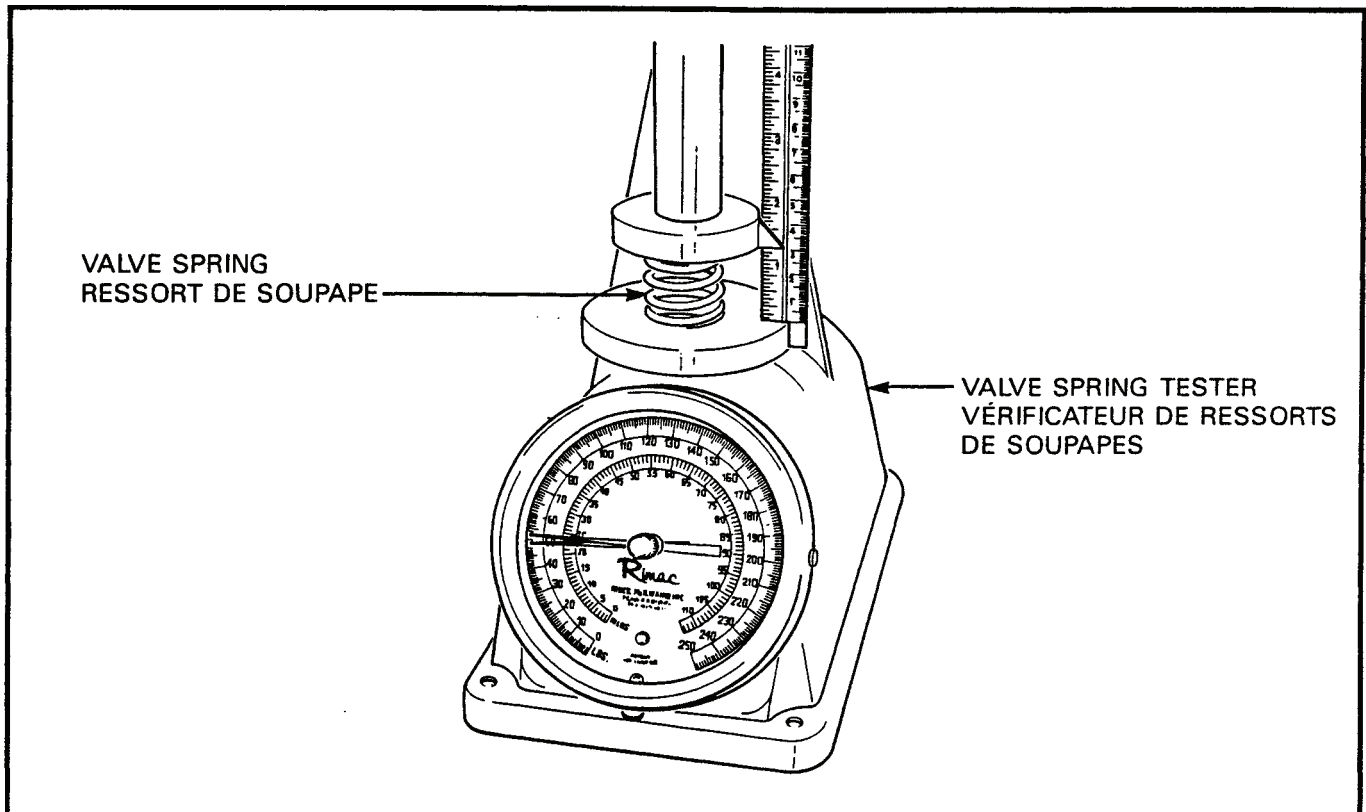

Figure 2-6-21 Valve Spring Compression Test
- g. Using a valve spring tester, test the strength of the springs, see Figure 2-6-21. When the outer springs are compressed to 22.3 mm (7/8 in), the spring pressure should be 43.5 to 48 kg (96 to 106 lb). When the inner
- g. Au moyen d'un vérificateur pour ressorts de soupapes, vérifier la résistance des ressorts, voir figure 2-6-21. La pression des ressorts extérieurs comprimés à 22.3 mm (7/8 po) devrait être de 43.5 à 48 kg (96 à 106 lb), alors que la pres-